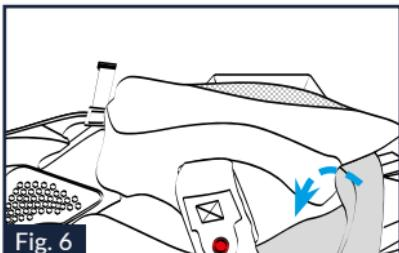

Fig. 6
5.4. Tirare la parte posteriore del cuscinetto del guanciale sinistro verso l'interno del casco per sganciare il bottone di fissaggio posto sul suo retro (Fig.6).
12.3. Inserire il sottogola nell'apposito passaggio dell'imbottitura del guanciale e premere in corrispondenza del bottone posteriore di fissaggio posto sul suo retro per agganciarlo alla relativa sede sul guanciale in polistirolo (Fig.6).